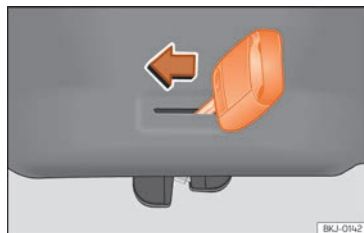

Fig. 9 Ouverture d'urgence du hayon arrière.
- Introduisez le panneton de la clé dans la rainure et déverrouillez le système de fermeture en faisant tourner la clé de droite à gauche, comme indiqué par la flèche » fig. 9.